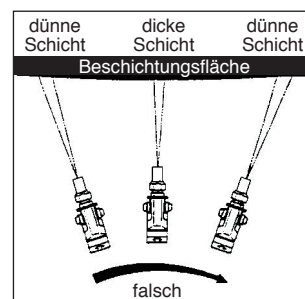

Abb. 19: Nicht wedeln!
- Achten Sie auf gleichmäßige Geschwindigkeit und führen Sie die Spritzpistole parallel zur Beschichtungsfläche. Wedeln mit der Spritzpistole führt zu ungleichmäßiger Beschichtung (siehe Abb. 19).